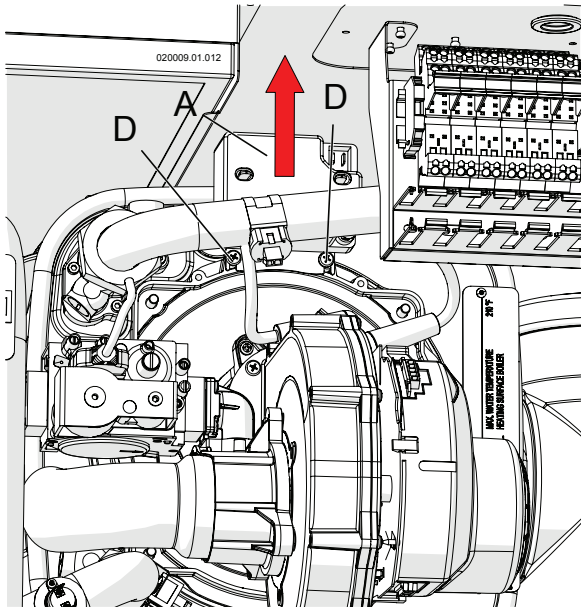

Figure 18-2 - Démontage du générateur d'étincelles
- 3.- démonter le générateur d'étincelles "A" de la Figure 18-2 en dévissant les vis "D" de la Figure 18-2 et en la déconnectant des bougies d'allumage.